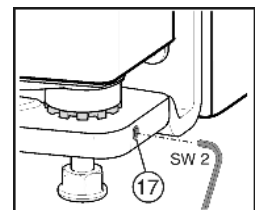

Fig. 12
- ▶ Dévisser un peu la vis sans tête Fig. 12 (17) (maximum un tour!).
- Resserrer la tige filetée Fig. 12 (17) pour fixer le pivot.